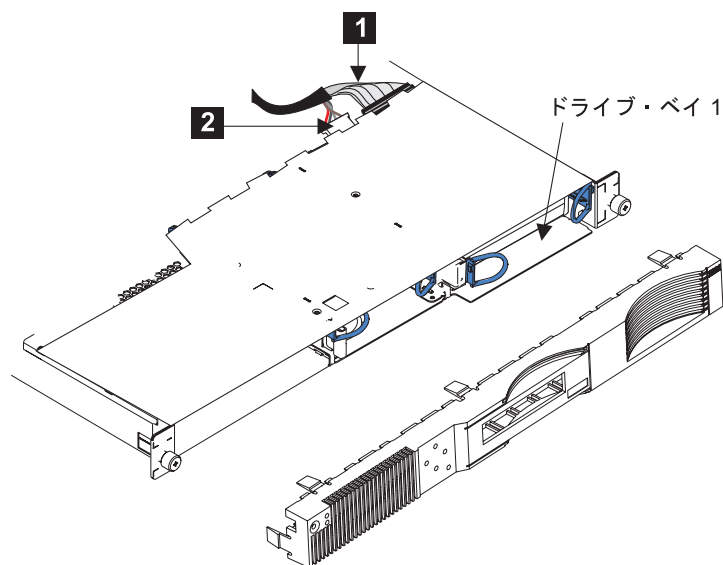

図 164. SAN ボリューム・コントローラー 2145-4F2 ディスク・ドライブ
4. SCSI シグナル・コネクタ **1** および電源コネクタ **2** を、577 ページの図 164 に示すように、ディスク・ドライブの背面から切り離してから、ケーブルを取り外します。